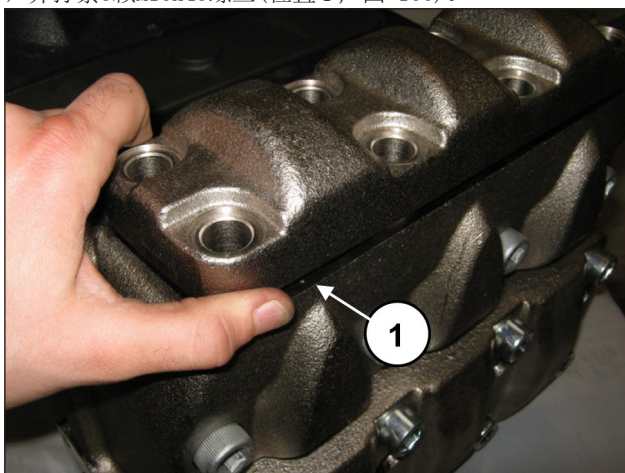
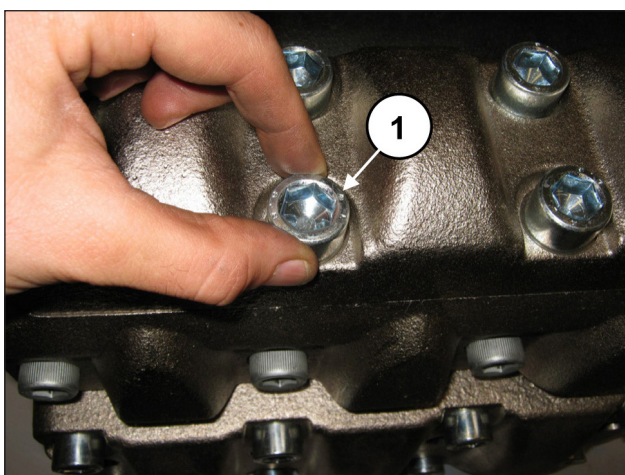

图 165
图 166
排出阀组安装完毕后，盖上排出阀的盖子(位置①，图 165)，并拧紧8颗M16x45螺丝(位置②，图 166)。